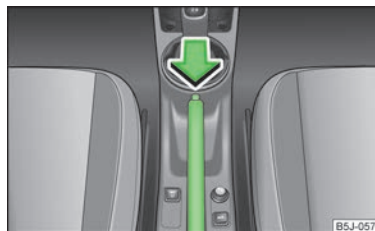

Fig. 83
- Levantar un poco la palanca del freno de mano y pulsar **a la vez** el botón de bloqueo » fig. 83.